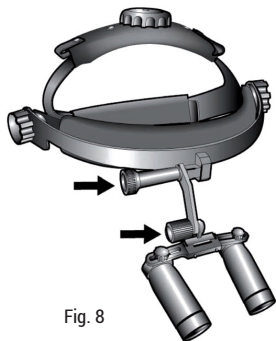

Fig. 8
- Posicione os telescópios aproximadamente na posição correta à frente dos olhos. Afrouxe ligeiramente ambos os botões de ajuste, de modo a poder mover facilmente os telescópios. Alinhe verticalmente cada telescópio. (Fig. 8).